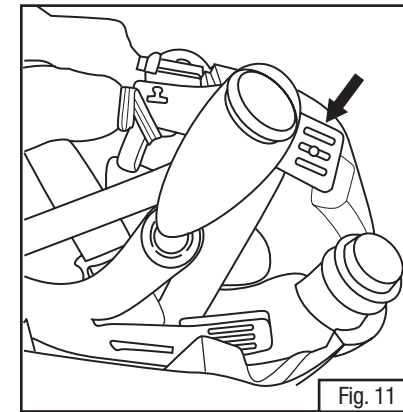

Fig. 11
- Libere el arnés desde el casco al jalar la ranura de ajuste de altura del pasador en cada uno de los cuatro postes de conexión. La Fig. 11 muestra una de las ranuras de conexión. Hay 2 en la parte posterior y 2 en el frente.
- Instale un nuevo arnés al abrochar cada una de las ranuras de ajuste de altura en los cuatro pasadores en el armazón del casco. **NOTA:** Consulte la sección *Colocación y ajuste* de estas *Instrucciones* para obtener información sobre el ajuste del arnés para un ajuste cómodo (Fig. 11).